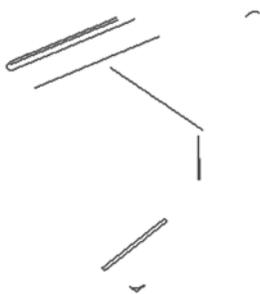
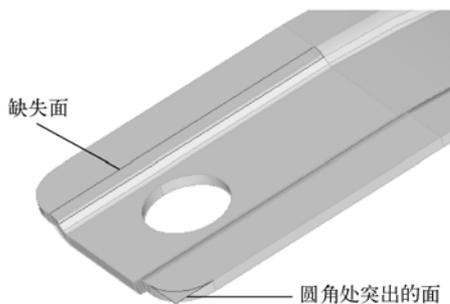

图 3-15 模型中自由边位置
图 3-16 模型中错误的几何要素
(1) 观察模型是否含有错误的连接关系以及缺失面或重复面。
(2) 进入 autocleanup 面板, 此时模型边沿依据其拓扑状态进行渲染。
(3) 单击 Wireframe Geometry () 按钮, 模型以线框模式显示。
(4) 单击“视图工具”() 按钮, 视图工具控制模型表面和边沿的显示方式, 模型表面可以被渲染或是线框化。这个菜单里的复选框控制着不同边界和硬点的显示状态。
(5) 勾选 Free 复选框, 此时只有自由边显示在窗口区。
(6) 观察自由边并记住它们的位置, 自由边(红色)处表示此位置具有不正确的连接关系或是有间隙。注意那些闭环的自由边, 这些位置可能是缺失面, 如图 3-15 所示。
(7) 勾选 Non-manifold 复选框, 观察 T 形边(黄色)的位置, T 形边指一条边被两个或两个以上的面共享。本实例模型中有两个闭合的 T 形边, 表明在这些位置中可能含有重复面。
(8) 勾选所有复选框, 单击 Close 按钮退出视图控制窗口。
(9) 单击 Shaded Geometry and Surface Edges () 按钮, 此时模型以渲染模式显示。
(10) 移动、旋转和缩放模型, 找到模型不正确连接位置, 如图 3-16 所示。